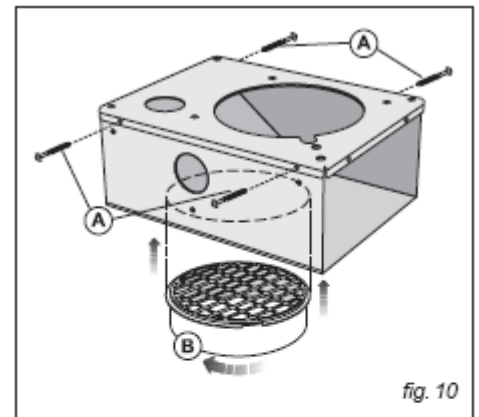

fig. 10
- Fixar o deflector ao estribo os 4 parafusos fornecidos (fig.10).
- Fixar a peça B com um movimento giratório (fig. 10).